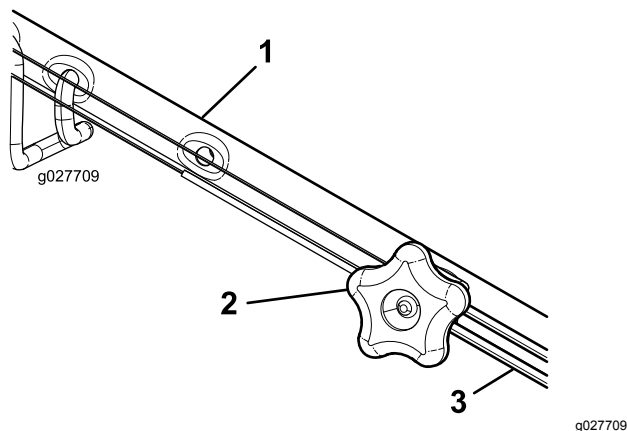

Figura 42
1. Girate la manopola di regolazione in senso antiorario per allentare la regolazione del cavo (Figura 42).
2. Regolate la tensione del cavo (Figura 42) tirandolo indietro o spingendolo in avanti e mantenendo quella posizione.